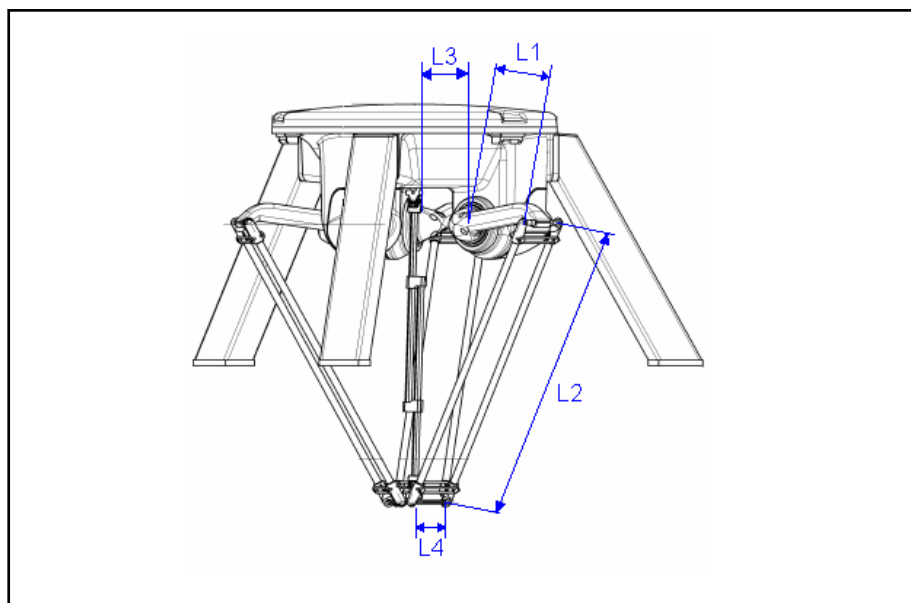

Abb. 4-28: Schematische Ansicht 5-Achs-Delta ohne TCP-Erweiterung
- Abb. 4-28 "Schematische Ansicht 5-Achs-Delta ohne TCP-Erweiterung" auf Seite 141, Abb. 4-32 "Anordnung der Erweiterung und Nullstellung fünfte Achse" auf Seite 143 und Abb. 4-33 "Nullstellung vierte Achse" auf Seite 143 zeigen einen Delta-Roboter in Nullstellung aller Achsen, d. h. nimmt der Roboter die in den Abbildungen dargestellte Stellung ein, so müssen sämtliche Achsen in Maschinenkoordinaten (MCS) Null anzeigen